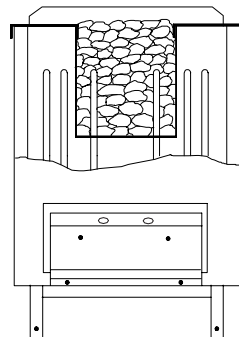

Abb. 4
2. Den Steinbehälter mit den mitgelieferten Saunasteinen füllen. Es ist darauf zu achten, daß die Steine nur in den dafür vorgesehenen Steinbehälter, zwischen und auf die Heizstäbe, keinesfalls auf die seitlichen Luftaustrittsöffnungen, gefüllt werden. Siehe Abb. 4.